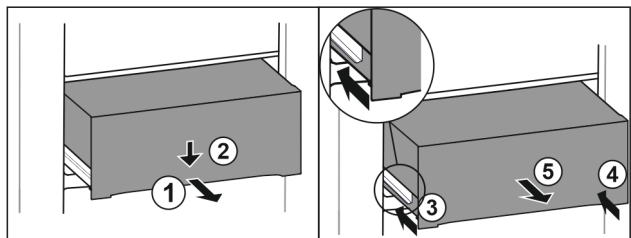

Fig. 70
- ▶ Zásuvku napůl vytáhněte. Fig. 70 (1)
- ▶ Stlačte zásuvku na přední straně dolů. Fig. 70 (2)
- ▶ Zasuňte levou kolejničku přibližně do 2 cm. Fig. 70 (3)
- ▶ Zasuňte pravou kolejničku přibližně do 2 cm. Fig. 70 (4)
- ▶ Vyjměte zásuvku dopředu. Fig. 70 (5)